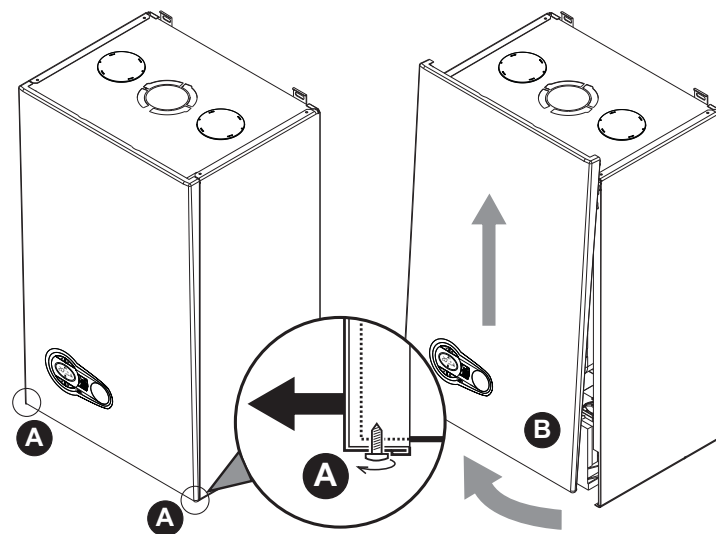

fig. 24 - Deschiderea panoului frontal
1. Deșurubați parțial șuruburile A (vezi fig. 24).